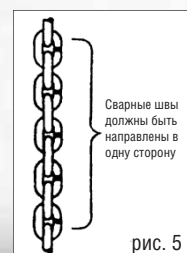

рис. 5
- Грузоподъемность каждого тельфера должна соответствовать массе поднимаемого груза. Проверьте, чтобы цепь у нижнего крюка не перекручивалась. Все сварные швы должны быть направлены в одну сторону (рис. 5).